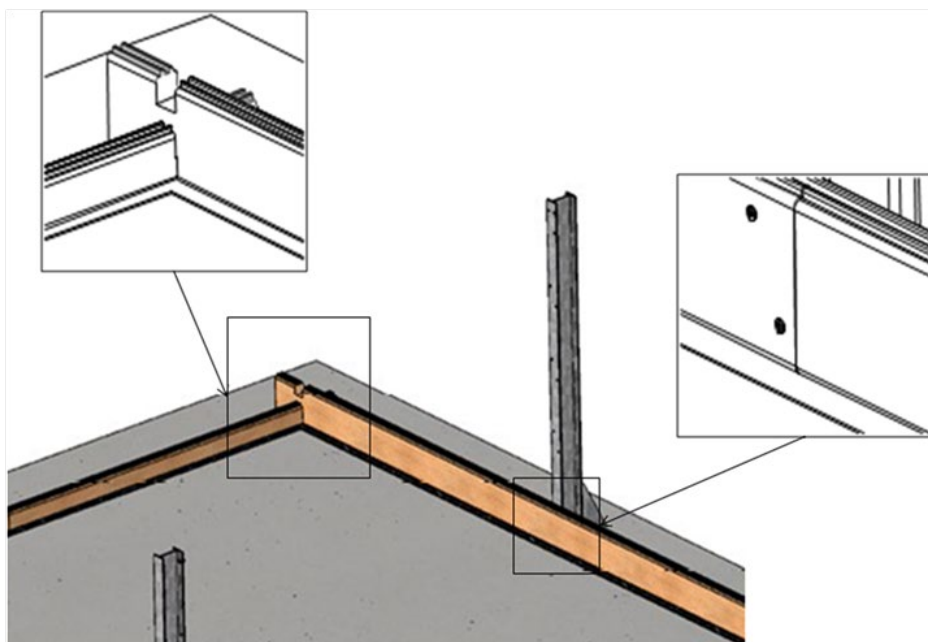

Figure 10 – Bloqueo de tablones entre ellos
- entre ellas como se indica en la *Figure 10*, usando dos tornillos por par de láminas, y en ambos lados cada uno con 10 láminas de alto, un total de 80 tornillos de cabeza avellanada 5 × 40 Torx de acero inoxidable A4 roscados 25 mm (bolsa C);